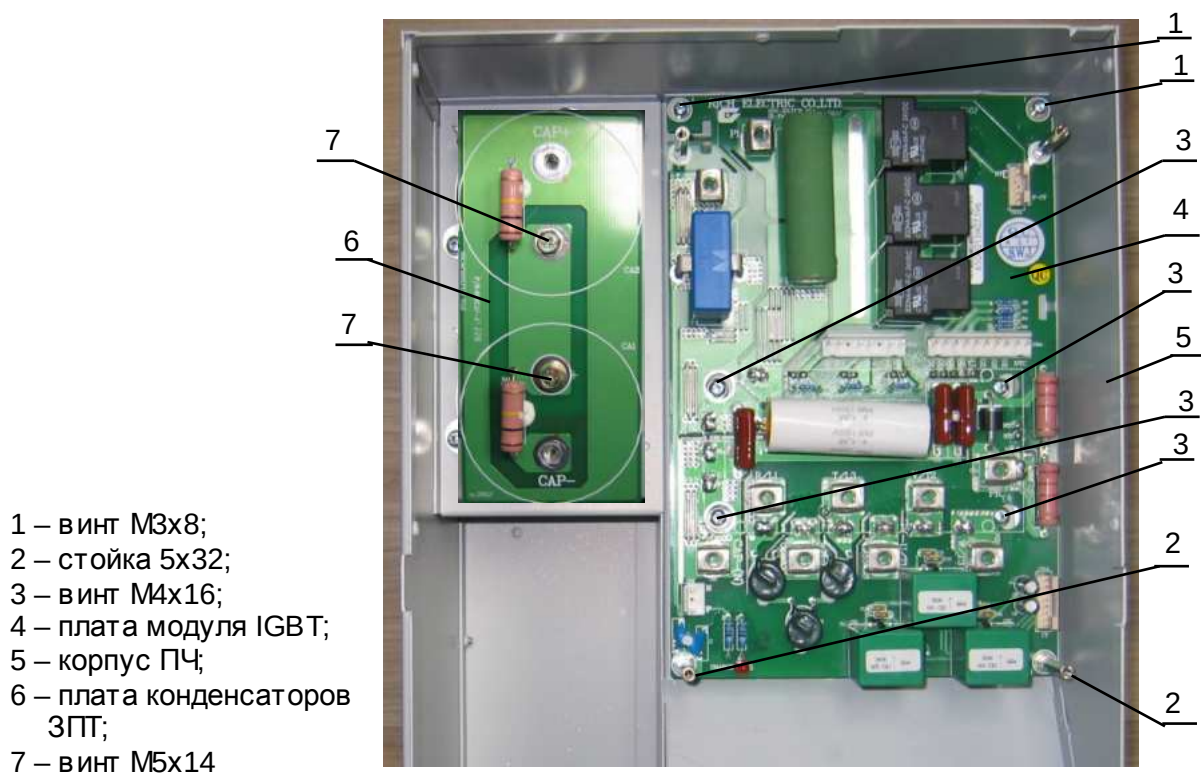

Рис.6.11
- 6.6.3. Выкрутить два винта (1) и две стойки (2) крепления платы модуля IGBT (4), а также четыре винта (3) крепления силовой матрицы IGBT (рис.6.11).
- 6.6.5. Демонтировать, если есть необходимость, плату конденсаторов ЗПТ: открутить два винта (7) и извлечь плату из корпуса ПЧ (5) (рис.6.11). Плату положить в тару для составных частей, винты положить в тару для крепежа.